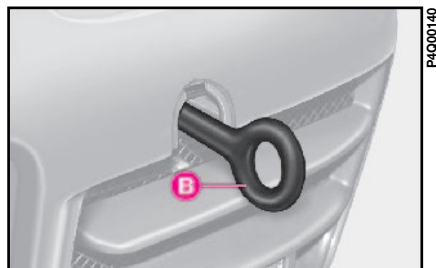

fig. 47
3) visser à fond l'anneau **B- fig. 47** sur l'axe fileté qui devient visible lorsqu'on enlève le cache;